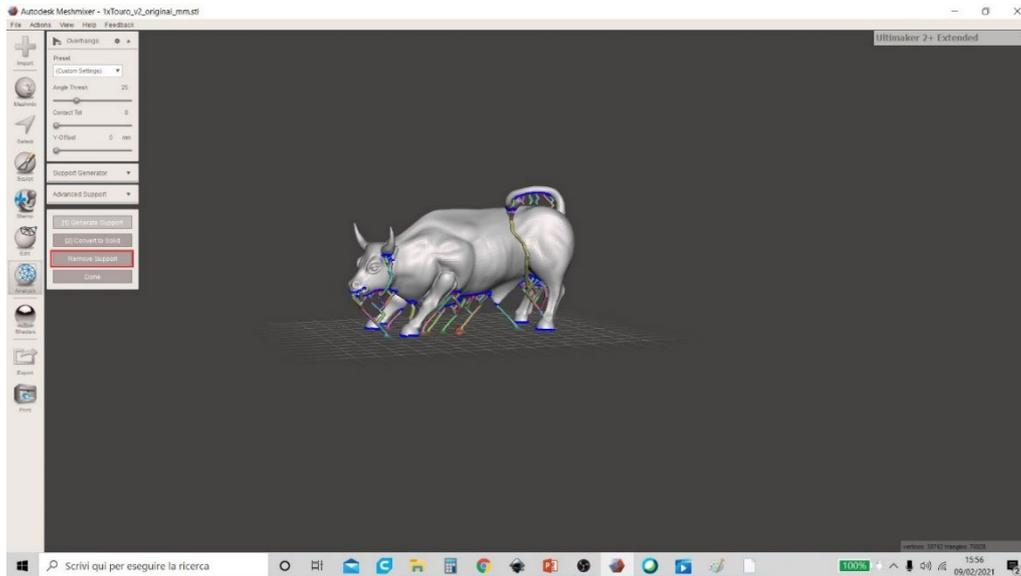

Figura 29 Meshmixer
4. Esta operación proporciona una vista previa de la estructura del material de soporte. Sin embargo, para poder realizar otros cambios, es necesario hacer clic en el comando "Eliminar soporte" (de lo contrario, los cambios en los valores de otros parámetros no se mostrarán correctamente) como se muestra en la Figura 29 Meshmixer.